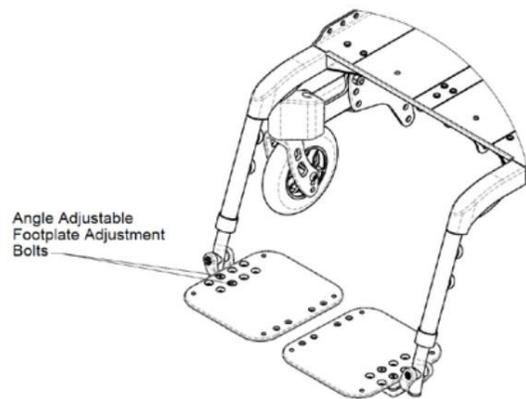

Figure 10.6 : Repose-pieds à angle réglable
1. Desserrez les boulons de réglage de la plaque de pied à angle réglable comme illustré à la Figure 10.6.
1. Retirez les boulons de réglage de la plaque de pied à angle réglable comme illustré à la Figure 10.6.
1. Desserrez les boulons de réglage de l'inclinaison du repose-pieds (voir Figure 10.6).
1. Retirez les boulons de réglage de la plaque de pied à angle réglable illustrés (voir Figure 10.6).